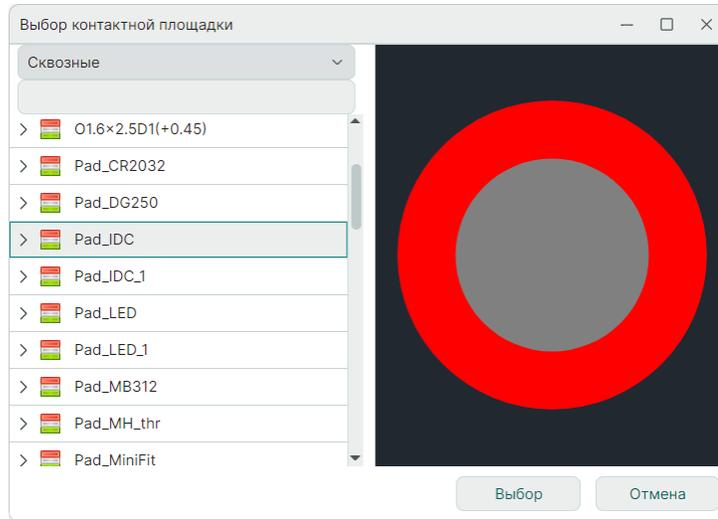

Рис. 99 Окно «Выбор контактной площадки»
2. Выберите контактную площадку в окне «Выбор контактной площадки» и нажмите «Выбор», см. Рис. 99.